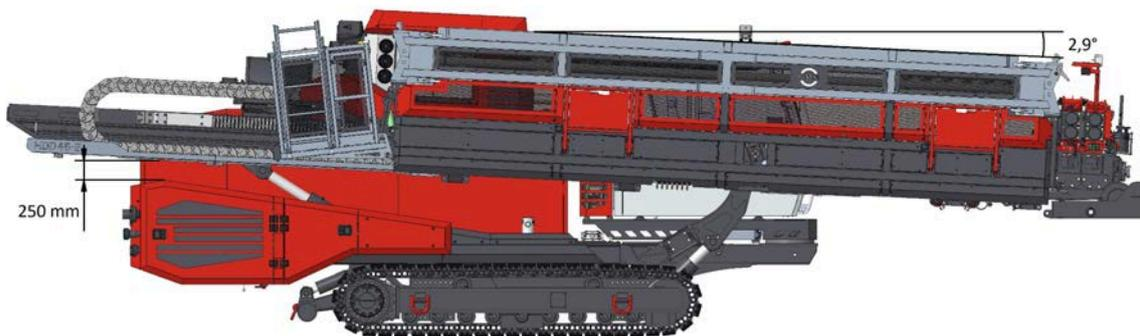
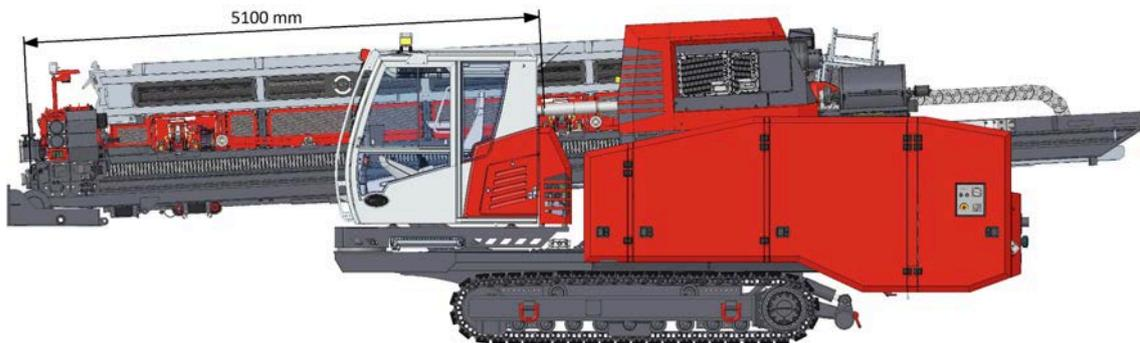

Abb.7-8: Fahrposition
Abb.7-9: Fahrposition
3. Verfahren Sie den Vorschubschlitten auf die Position 5,1 m (siehe *Abb. 7-9 Fahrposition Seite 95*). Die Position ist ablesbar auf der Betriebsseite am Panel (siehe *Kapitel Betrieb Seite 59*).
11. Bewegen Sie den Mast in Fahrposition (siehe *Abb. 7-8 Fahrposition Seite 95*):
6. Bewegen Sie den Mast in Fahrposition (siehe *Kapitel Fahrposition Seite 95, Abb. 7-8 Fahrposition Seite 95 und Abb. 7-9 Fahrposition Seite 95*).